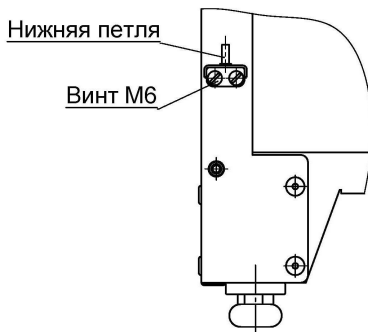

Рис. 4
10.2.1. Установите нижнюю петлю (поставляется в комплекте дверей) и зафиксируйте ее винтами М6 на корпусе изделия, отклеив предварительно заглушки (см. Рис. 4).